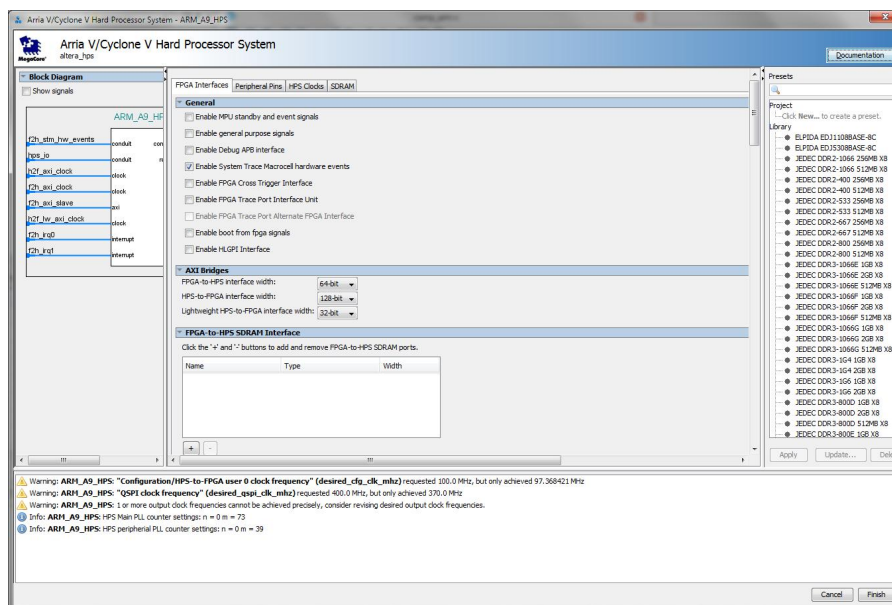

Рис. 45. Налаштування процесорного ядра ARM
7. Додайте до системи процесорне ядро. Для цього, у вкладці *IP Catalog* (вкладка знаходиться зліва у вікні *Platform Designer Tool*) оберіть *Library* → *Processors and Peripherals* → *Hard Processor Systems* → *ArriaV/CycloneV Hard Processor System* та натисніть кнопку *Add*. Відкриється вікно зображене на рис. 45.
8. На сторінці *FPGA Interfaces* виконайте налаштування у відповідності до рис. 45 – 47.